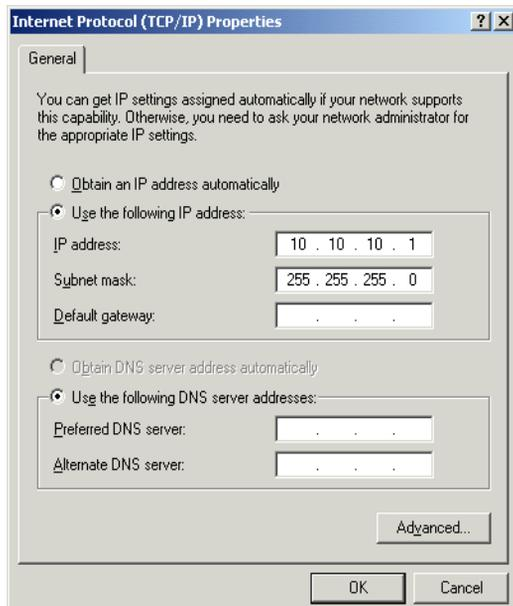

Figura 40 Propiedades del protocolo de Internet (TCP/IP)
- 6 En el diálogo 'Internet Protocol (TCP/IP) Properties' (consultar la Figura 40) seleccionar la opción 'Use the following IP address' e introducir la 'IP Address' y la 'Subnet Mask' del ordenador.